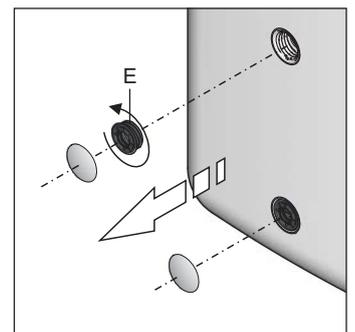

Fig. 6-2 Extraer la pieza roscada
- **En caso de utilizar la conexión de llenado KFE (accesorio KFE BA, 16 52 15):** Desmontar la pantalla de cubierta por el asa de transporte y extraer la pieza roscada (fig. 6-2, pos. E) del depósito acumulador.